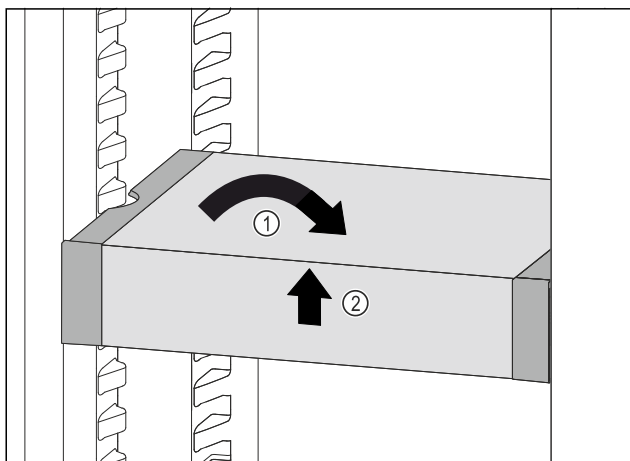

Fig. 95
- ▶ VarioSafe postavte rovně. Fig. 95 (1)
- ▶ VarioSafe vpředu zvedněte. Fig. 95 (2)